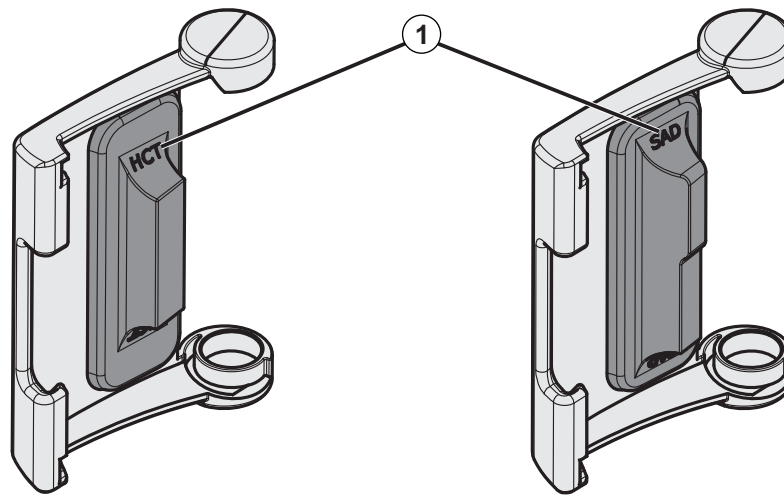

Fig. 7-21 Marca de tipo en tapa de sensor HCT y SAD
Las tapas están marcadas en la parte delantera con un punto rojo (HCT) y azul (SAD) respectivamente y en la parte trasera con *HCT* y *SAD* (véase Fig. 7-21, ①).